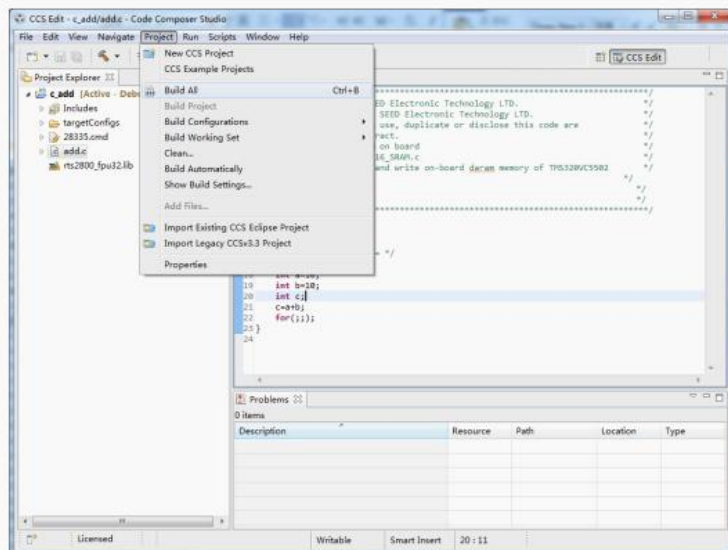

图1-7
- 1) 如图所示，点击Project→Build All,对整个工程进行编译（同理，如果要对整个工程进行重新编译，则先clean，然后在build all）在编译过程中，工程下面会有相对应的调试信息如下图1-7所示